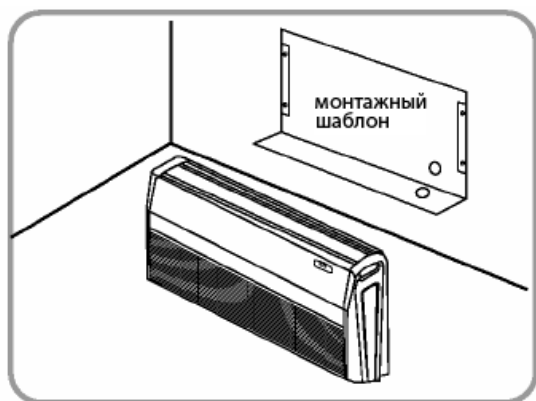

Рис. 2
- Определить монтажную позицию блока на потолке или стене при помощи бумажного монтажного шаблона. Наметить монтажную позицию и убрать шаблон. (См. рис. 2)